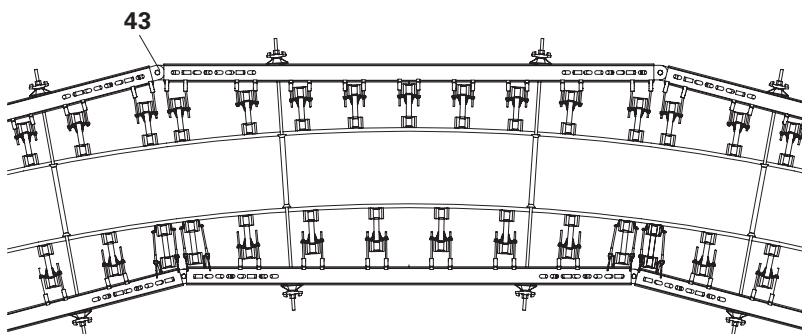

Fig. C2.03
- cofragem circular poligonada. (Fig. C2.03)